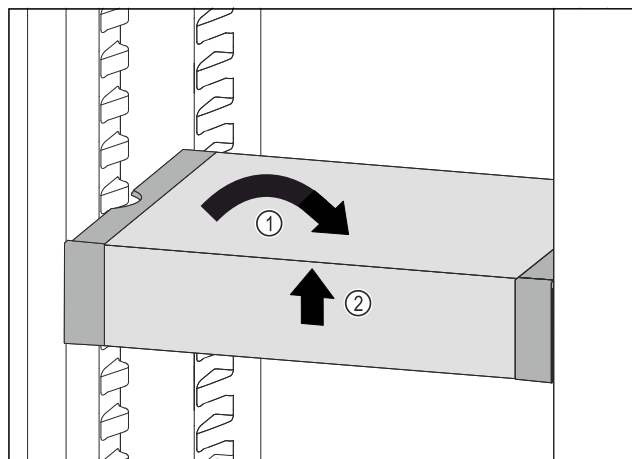

Fig. 100
- Ställ VarioSafe rakt. Fig. 100 (1)
- Lyft VarioSafe framåt. Fig. 100 (2)